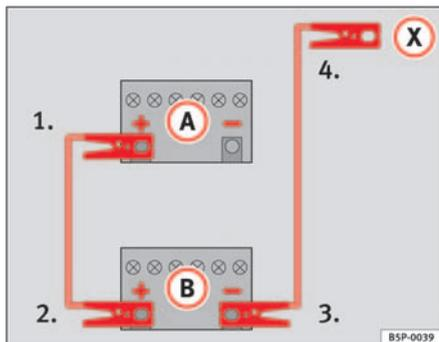

Fig. 193 Esquema de conexión de los cables de emergencia
En la ⇒ fig. 193 **A** representa a la batería sin carga y **B** a la batería con carga.
- 1. Emborne un extremo del cable de emergencia rojo al polo positivo ⇒ fig. 193 ⊕ del vehículo con la batería descargada ⇒ ⚠.